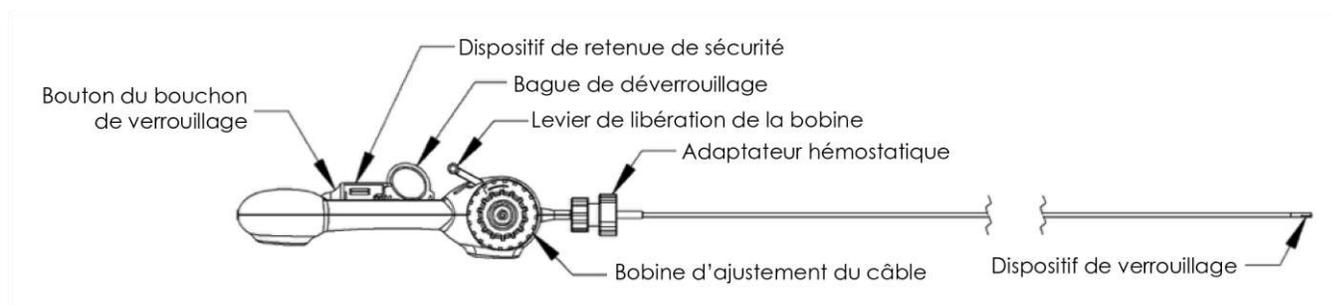

Figure 9. Cathéter de verrouillage souple
- Cathéter de verrouillage souple** – Si l'implantation doit être interrompue prématurément (p. ex. : en cas d'instabilité hémodynamique ou si l'implant doit être verrouillé sans ajustement, p. ex., des ancrs sont mal déployées dans 2 fenêtres adjacentes ou plus, ou 4 ancrs ou plus en tout sont mal fixées), le cathéter de verrouillage souple peut être utilisé pour verrouiller l'implant en toute sécurité à tout moment au cours de l'implantation. De conception similaire au cathéter d'ajustement et de verrouillage, ce cathéter peut s'acheminer le long du câble dans le cathéter-guide et atteindre l'ancre la plus proximale de l'implant. De par sa grande souplesse, ce cathéter peut s'acheminer autour de l'espace sous-valvulaire et atteindre l'ancre la plus proximale quelle que soit sa distance par rapport au cathéter-guide. La poignée du cathéter permet d'éliminer tout jeu du câble, d'engager le bouchon de verrouillage et de déverrouiller le dispositif de verrouillage. **Le cathéter de verrouillage souple ne doit PAS être utilisé pour ajuster l'implant.** Voir la Figure 9.